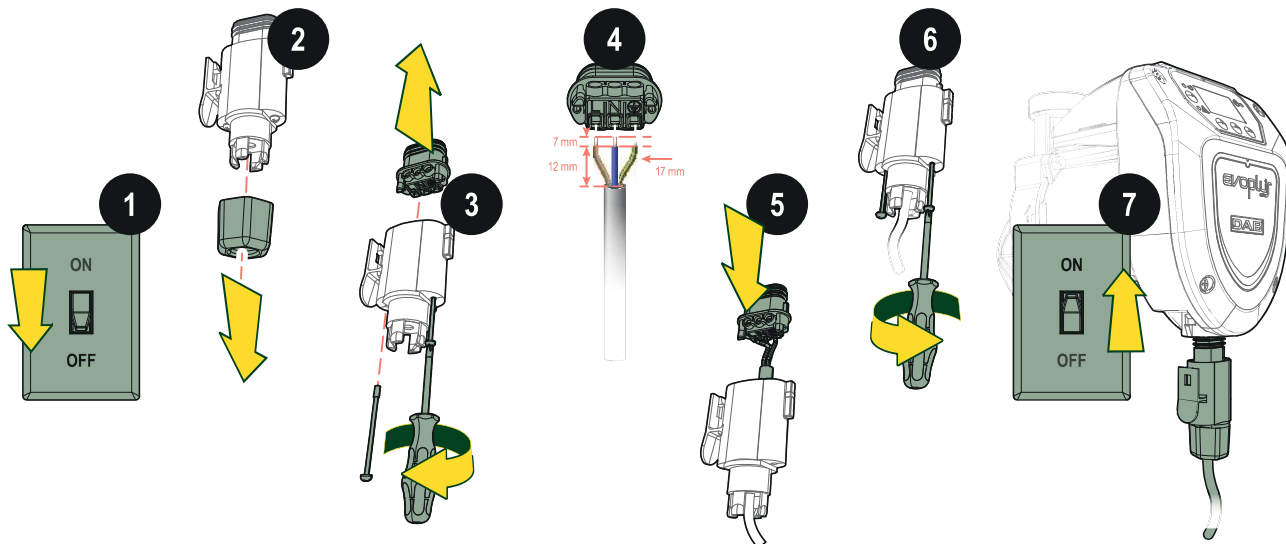

Figura 10
Pentru a realiza conexiunea electrică a circulatorului, procedați ca în *Figura 10*.
- 4 pregătiți firele ca la *Figura 10* și introduceți cablul prin presetupă. Conectați firele la bornă respectând corespondențele între fază (L), neutru (N) și pământ (PE g/v); strângeți cele trei șuruburi pe fire. Introduceți borna cablată în presetupă blocând-o cu clemele laterale. Înșurubați piulița de blocare;